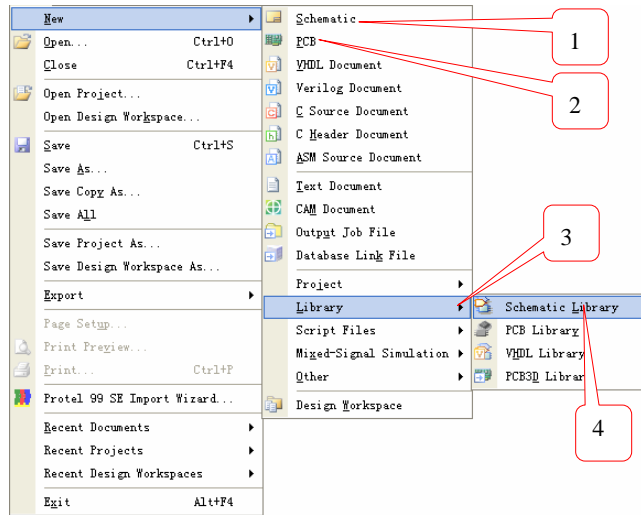

图1-5 执行创建电路板设计文件的命令菜单
2. 按照图 1-5 中的顺序重复类似步骤 1 的操作执行相应的菜单命令，即可完成设计文件的创建。